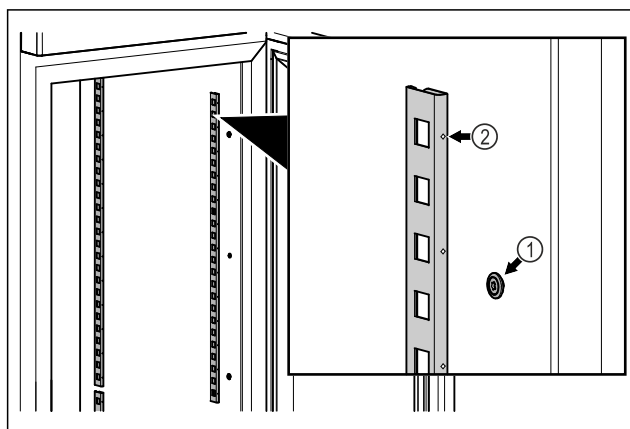

Fig. 85 Representación a modo de ejemplo
- Enganchar las tiras de retención en la suspensión Fig. 85 (1). La marca Fig. 85 (2) debe apuntar hacia delante.